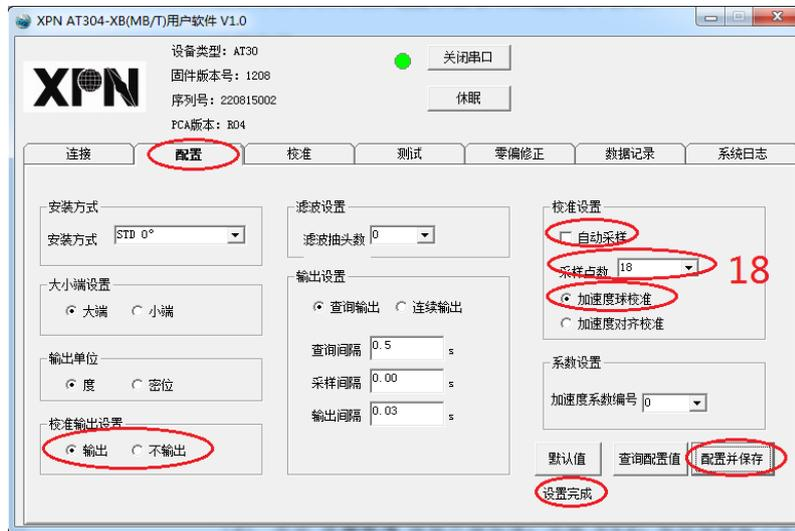

图 7-1-1
(1) 在“配置”页面按照图 7-1-1 所示配置，点击“配置并保存”按钮保存。保存成功后界面显示：设置完成。